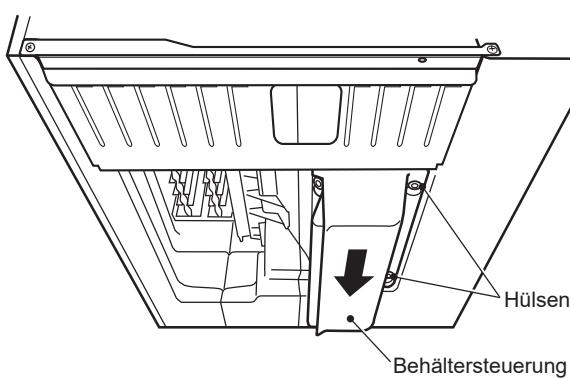

Abb. 6
- 7) Das Kabel der Behältersteuerung nach oben ziehen und die Behältersteuerung rechts an der Innenwand einhaken. Dann die Behältersteuerung nach oben gegen den Boden des Gerätes drücken und nach hinten schieben, bis sie hörbar einrastet. Darauf achten, dass die Slitze rechts an der Behältersteuerung richtig auf den Hülsen unten am Gerät sitzen. Siehe Abb. 6.